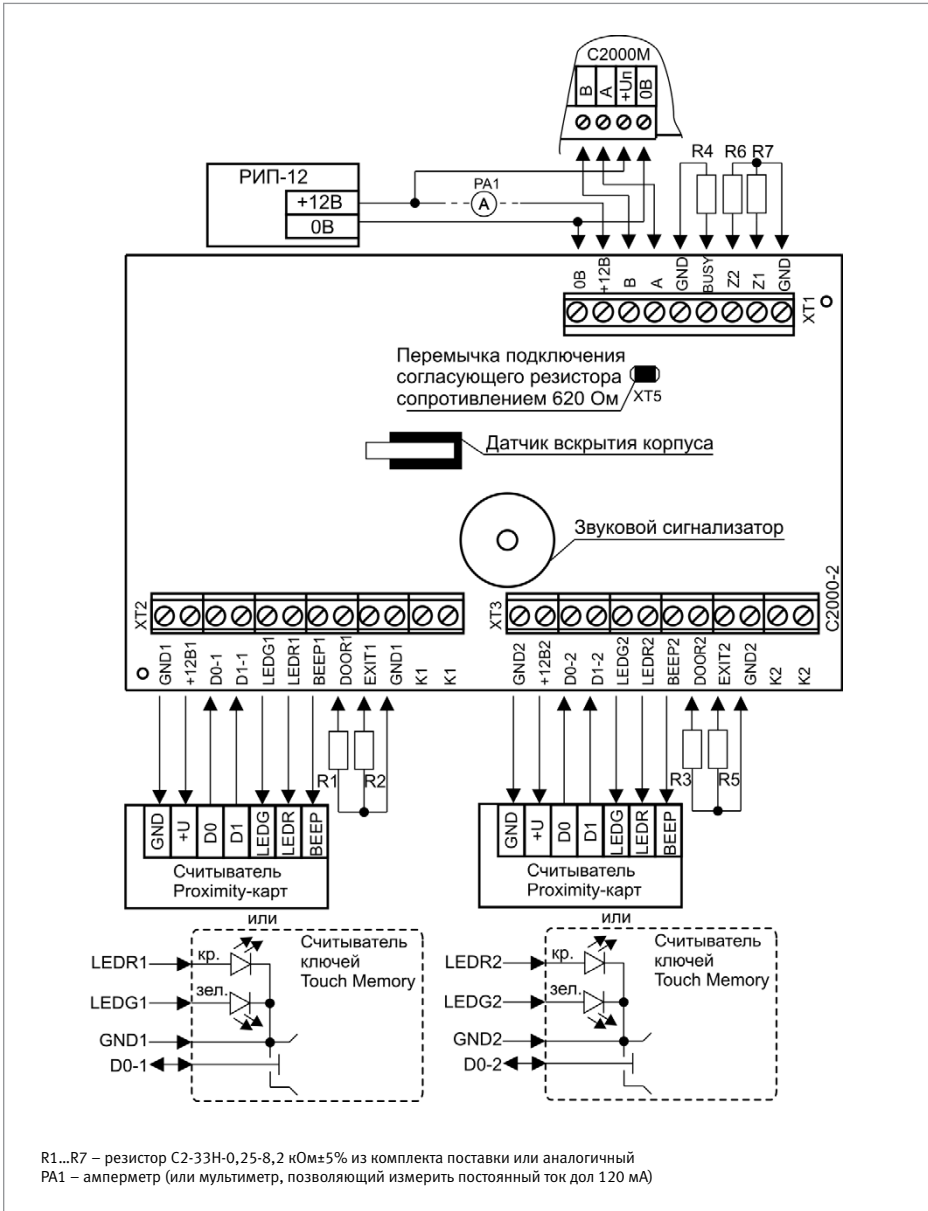

Рисунок 1. Схема соединений контроллера «С2000-2» при проверке
2.3. Подключите контроллер по схеме, приведенной на Рисунок 1.